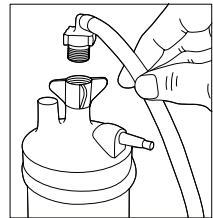

Abbildung 1
5. Bringen Sie den Adapterschlauch für die Befeuchterflasche an der Flasche an, indem Sie die Flügelmutter an der Flasche entgegen dem Uhrzeigersinn drehen, bis der Schlauch sicher befestigt ist (siehe Abbildung 1).